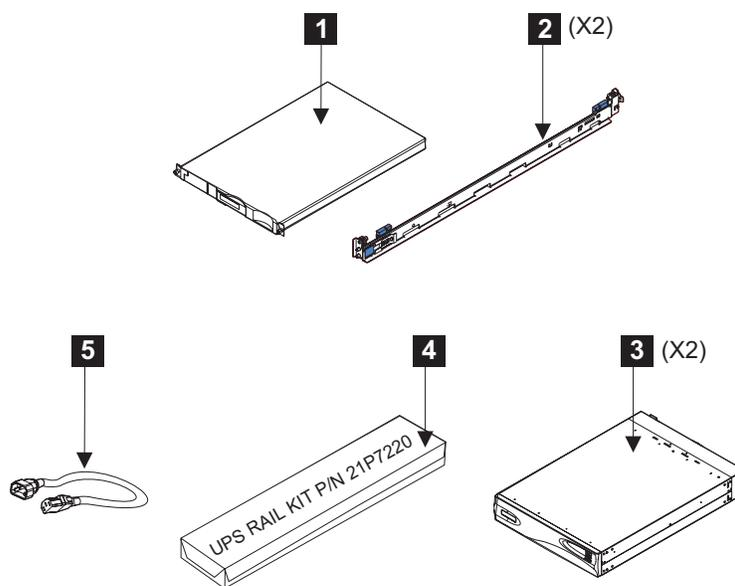

図 24. ラックに取り付ける品目
1. 図 24 に示すものについて、パーツと数量をすべて確認します。欠落がある場合は、IBM 担当員に連絡してください。